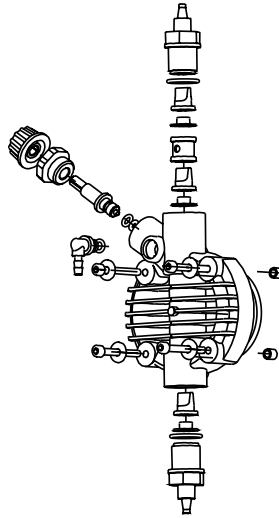

Fig. 10
Pour effectuer cette opération, si l'appareil n'est pas fixé à l'installation, le faire pulser la pompe pendant quelques secondes (15/30) en la tenant la tête en bas et sans les tubes reliés aux raccords, si ce n'est pas possible, démonter et remonter la tête de la pompe (fig. 10), par les quatre vis de fixation.
Etant donné la robustesse du système, de véritables pannes mécaniques ne se produisent pas. Parfois il peut se produire des fuites de liquide au niveau d'un raccord du fait d'un écrou fixation du tube desserré ou plus simplement à cause de la rupture du tube de refoulement. Il est rare que d'éventuelles fuites puissent se produire par la rupture de la membrane ou par l'usure du joint torique de la pompe. Dans ce cas, ces éléments doivent être remplacés en démontant les quatre vis de la tête de la pompe (fig. 10). En les remontant, les serrer de manière uniforme sans omettre de replacer les joints de vis. Une fois la fuite éliminée, nettoyer la pompe doseuse d'éventuels résidus de réactif qui, s'ils stagnaient, pourraient provoquer une détérioration du boîtier de la pompe.
- Démonter les clapets d'aspiration et refoulement, les nettoyer et les remonter dans la même position (fig. 10). Dans le cas où l'on remarquerait un gonflement du clapet, vérifier la compatibilité chimique du réactif avec le matériau du clapet (Viton® en standard ; sur demande silicone, EPDM et nitrile, clapet à bille verre ou inox, clapet K).